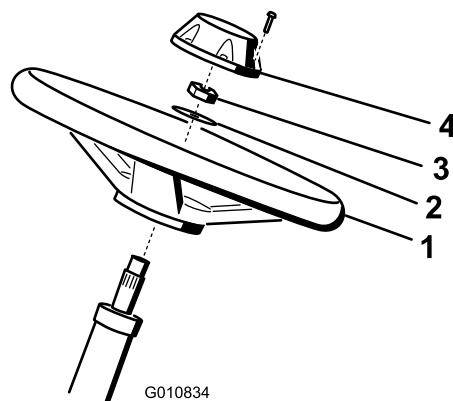

Figura 5
1. Deslize o volante no eixo de direção (Figura 5).
2. Deslize a arruela no eixo de direção (Figura 5).
3. Fixe o volante ao eixo com uma contraporca e aperte-a com um torque de 27 a 35 N·m (20 a 26 pés-lb) (Figura 5).
4. Instale a tampa no volante e fixe-a com 6 parafusos (Figura 5).